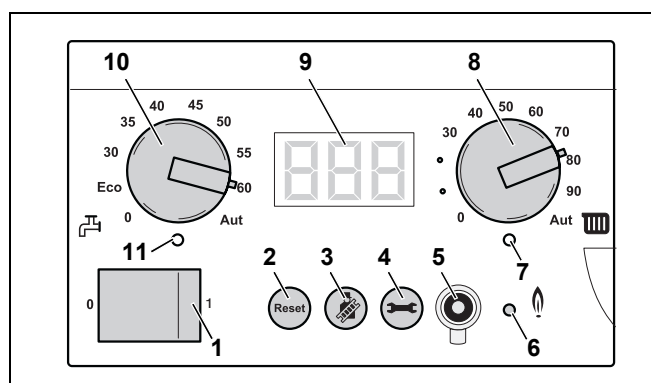

Fig. 92 Controler de bază BC10
- Setări cu ajutorul butonului rotativ "Temperatura maximă a cazanului" (Fig. 92, **Poz. 8**) temperatura limită superioară a apei cazanului pentru regimul de încălzire (vezi Tab. 16).